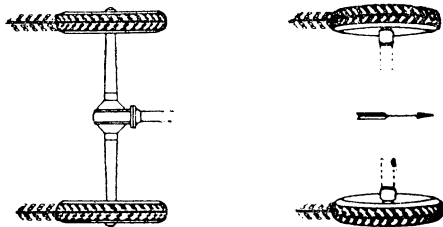

Рис. 47. Правильная установка шин «елочными» грунтозацепами.
3. Монтаж шин на колеса должен производиться с учетом направления вращения шин (рис. 47).